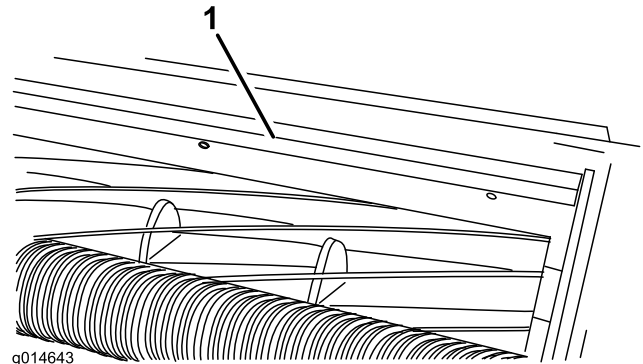

Figura 23
1. Afloje los tornillos que sujetan la barra superior (Figura 23) a la unidad de corte.